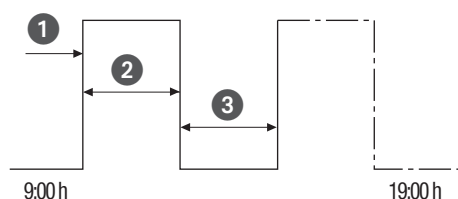

Fig. 33: Commutazione cicli
- (Fig. 33/①) Ora di avvio
- (Fig. 33/②) Durata ON = Accensione ON
- (Fig. 33/③) Durata OFF = Accensione OFF